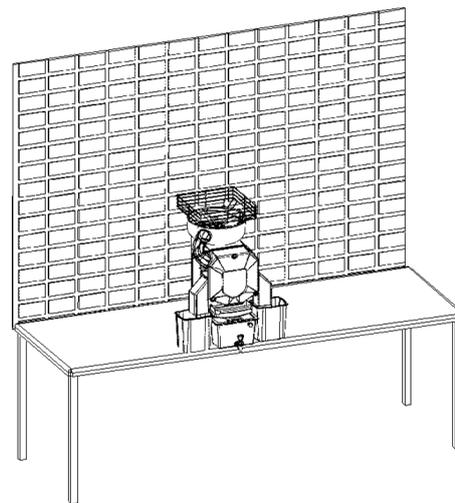

Рисунок 1
- Очень важно чтоб оборудование было установлено на ровной поверхности. **(Рисунок 1)**
Очень важно чтоб оборудование было установлено на ровной поверхности. **(Рисунок 1)**